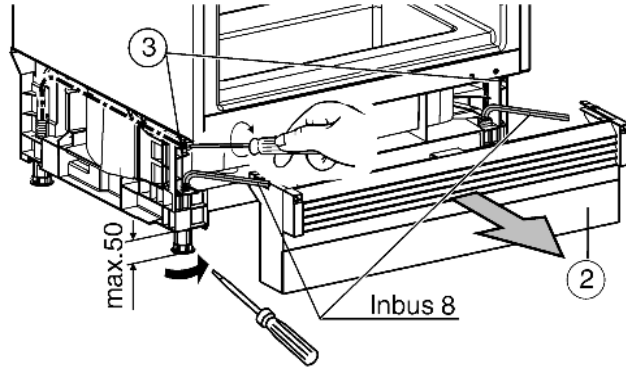

Fig. 8
- ▶ Livellare l'apparecchio agendo sui piedini di regolazione: Svitare i piedini di regolazione posteriore agendo sulle viti Fig. 8 (3). Se i piedini anteriori sono svitati, avvitarli utilizzando un cacciavite. Se i piedini anteriori sono avvitati, svitarli utilizzando una chiave a brugola da 8 mm. L'apparecchio dovrebbe essere leggermente incastrato nella nicchia, fra il pavimento e il piano di lavoro!